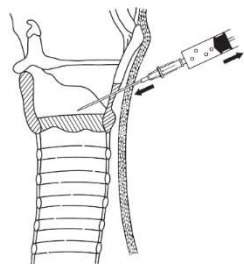

図2
- ② 輪状甲状膜を慎重に触診し甲状軟骨を動かないように指で固定しながら、スカルペルを用いて正中線に沿って縦切開する。
③ 滅菌された液体を半量満たしたシリンジにイントロデューサ針(タイプ1またはタイプ2)を取り付け、切開創から気道内へ正中線上に沿って前頭面に対して45度の角度で尾側(下方)に向かって、輪状甲状膜を穿刺する(図2)。シリンジで軽く吸引し気泡を発生させ、針が気道内に達したことを確認する。